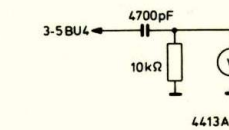

Fig. 38
- Sluit een mV-meter, via een RC-filter, aan op punt 4 van BU5 (zie fig. 38)